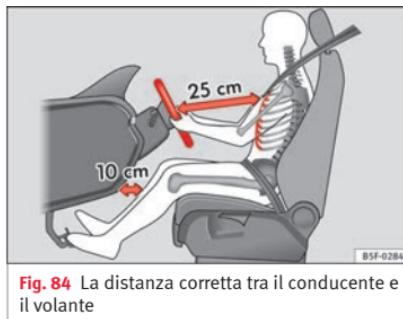

Fig. 84 La distanza corretta tra il conducente e il volante
- Regolare la posizione del volante in modo tale che la distanza tra il volante stesso e il torace sia di almeno 25 cm » fig. 84.
- Posizionare il sedile di guida in modo tale che tra lo sterzo del conducente e il centro del volante ci sia una distanza di almeno 25 cm **» fig. 84.** Se si sta seduti a meno di 25 centimetri di distanza non si può essere protetti con adeguata efficacia dal sistema degli airbag.